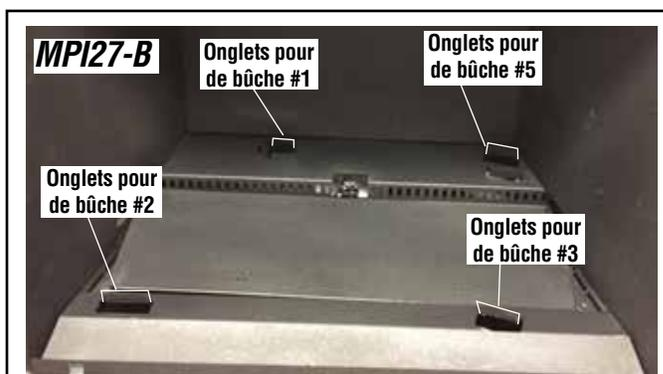

Figure 16 - Repérer les languettes de positionnement des bûches
1. Au besoin, retirer la porte en verre (**page 30**). Plier les languettes de positionnement du brûleur vers le haut (**figure 16**).
2. Repérer les languettes de positionnement des bûches (**figure 16**). Placer les braises et autres média.
- Aligner les encoches en dessous de la bûche arrière (1) sur les languettes de positionnement arrière gauche (voir figures 16 et 17).
- Placer la bûche avant gauche (2) sur les languettes correspondantes (voir Figures 16 et 18).
- Placer la bûche avant droite (3) sur les languettes correspondantes (voir figures 16 et 19).
- Placer la bûche transversale droite (5) sur la languette de positionnement arrière droite (voir figures 16 et 20).